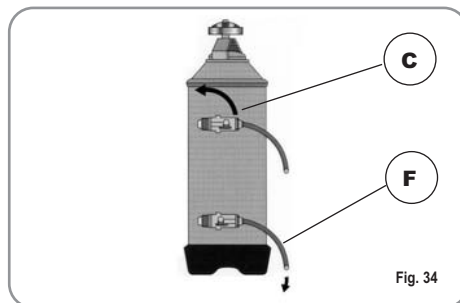

Fig. 34
- 2) Colocar nuevamente el tapón y llevar la palanca C hacia la izquierda (Fig. 34), dejando descargar el agua salada del tubo F para que no se vuelva dulce aproximadamente 1/2 hora).